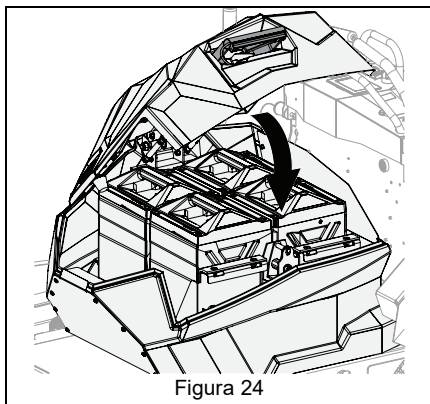

Figura 24
7. Assicurarsi che il gruppo cofano sia chiuso e che la leva sia saldamente bloccata. Vedere Figura 24.